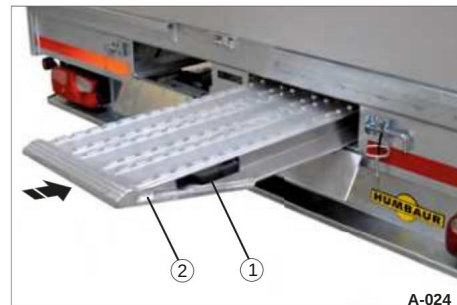

Fig. 30 Indsætning af læsseramper
• Skub ramperne (Fig. 30/2) bagfra, helt ind i rampeskakten.